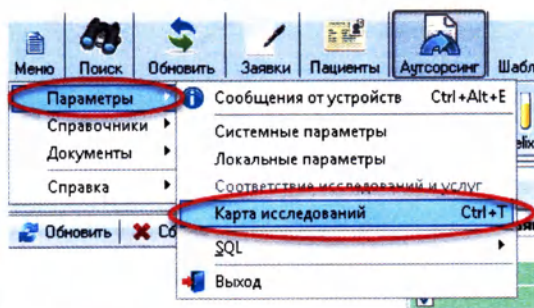

Рисунок 9.10
1. Откройте карту исследований аутсорсеров, для этого зайдите во вкладку «**Меню**»→ «**Параметры**»→ «**Карта исследований**» (**Ctrl+T**) (Рисунок 9.10):